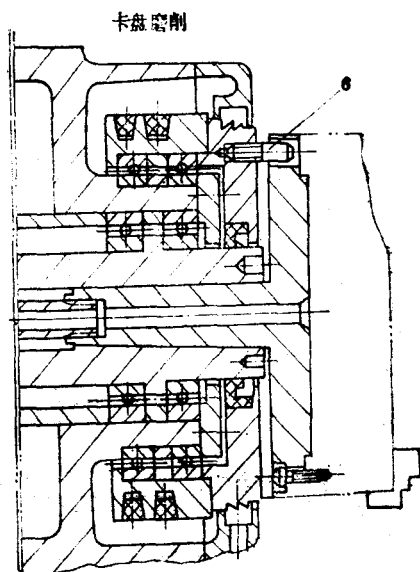

图 1-5 M1432A 万能外圆磨床头架
(1) M1432A 万能外圆磨床头架 从图 1-5 中可以看出，工件的转动由拨盘带动。而拨盘由双速电动机，经 V 带带动塔轮，然后由 V 带传给 V 带轮，再由头架内的胶带带动拨盘。